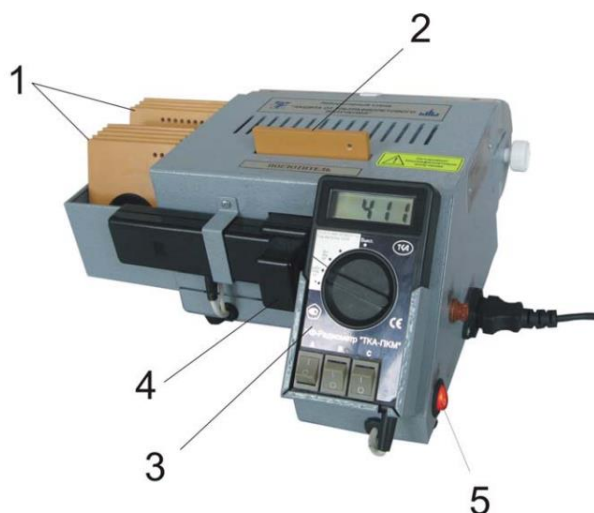

Рисунок 1 – Общий вид установки (стенда) для проверки эффективности защиты от УФ
**Назначение и принцип работы стенда (рисунок 1)**